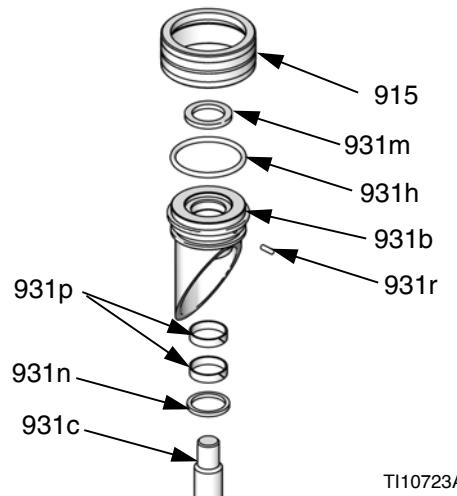

Рис. 37: S20 Подшипник штока поршня
3. Отвинтите крышку цилиндра (915) и вытяните через верх кожуха направляющей поршня (931b) со штока поршня (931c). См. Рис. 37.
3. Отвинтите крышку цилиндра (915) и вытяните через верх кожух направляющей поршня (931b) со штока поршня (931c). См. Рис. 37.